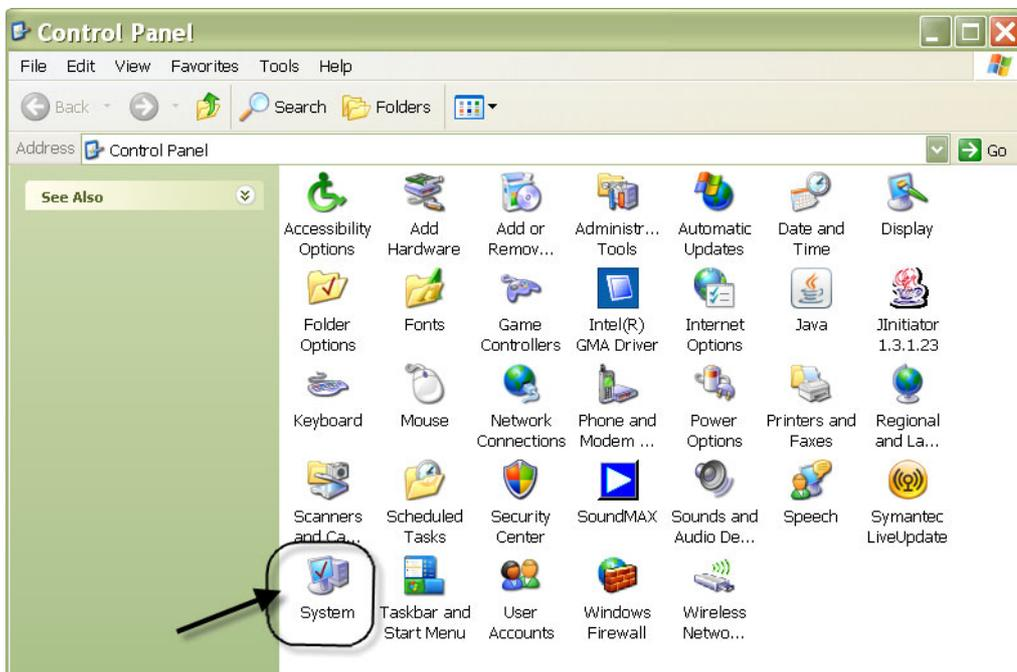

ABB. 189
2. Die Systemsteuerung ist in ABB. 189 gezeigt.